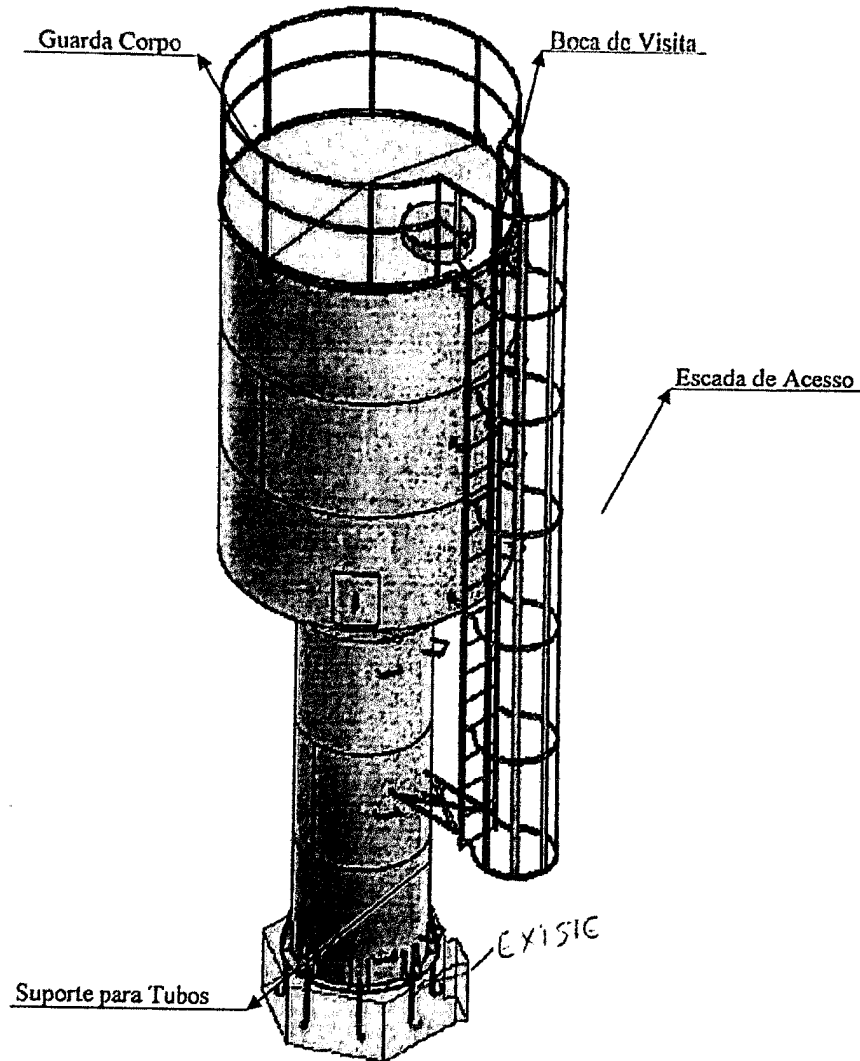

Figura 1
A caixa d'água de 20.000 litros tipo taça de coluna seca é fabricada em aço carbono ASTM A36, A-1008 e A-1010, a caixa possui uma saída de água e um dreno no fundo cônico, uma entrada de água e ladrão em sua parte superior, uma boca de visita no teto cônico, uma escada de acesso ao teto cônico, uma escada para acesso interno à caixa, guarda corpo de proteção e suportes para tubos. Conforme a seguir, conforme apresentado na Figura 1.
- 01 (uma) caixa d' água tipo taça de 20.000 litros contendo escada de marinheiro e guarda corpo conforme mostrado na figura 1;